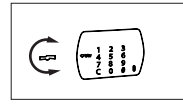

BILD. 3
- 2 Bei Eingabe des korrekten Zahlencodes leuchtet das grüne Lämpchen auf. Sie haben nun zwei Sekunden Zeit den Schlüssel oder Knopf umzudrehen während das Lämpchen an ist. (motorbetriebene Tresore öffnen und schliessen automatisch). (Bild 3)
- 5 Drücken Sie die Taste "#/Reset" (Bild 3).